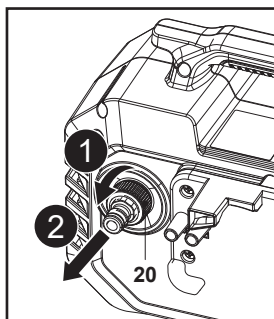

Fig. 15
1. Îndepărtează adaptorul de admisie a apei (20) de pe racordul de admisie a apei (13) (Fig. 15).